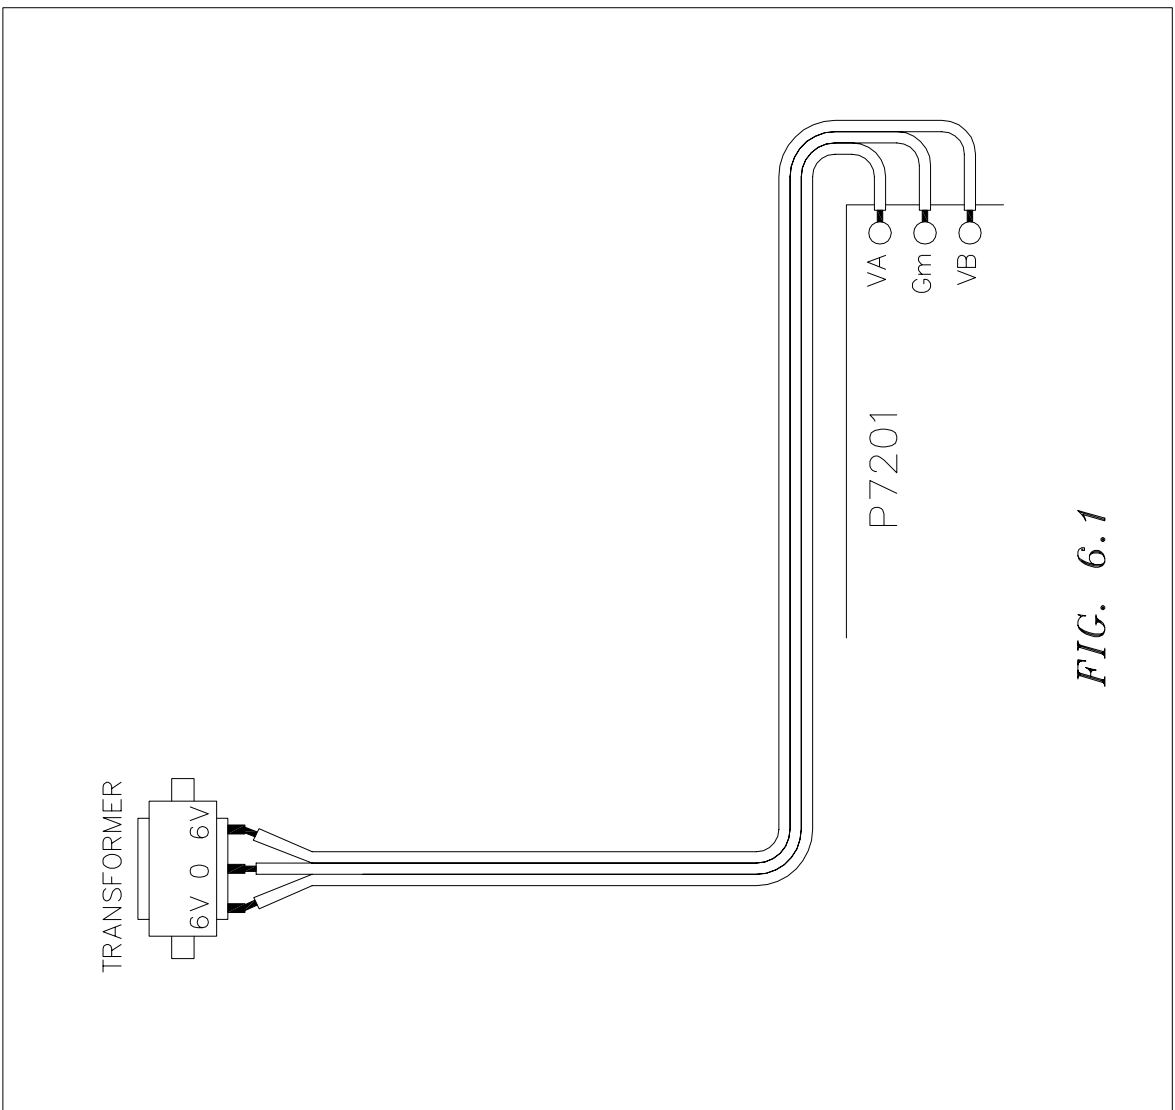

FIG. 6.1
- Verbinden Sie mit den dünnen Drähten die Punkte VA, Gm und VB der Anzeige mit dem 2X6V Trafo: Gm an den Mittenkontakt (0) des Trafos, VA und VB an die zwei 6V Klemmen (Abb. 6.1).